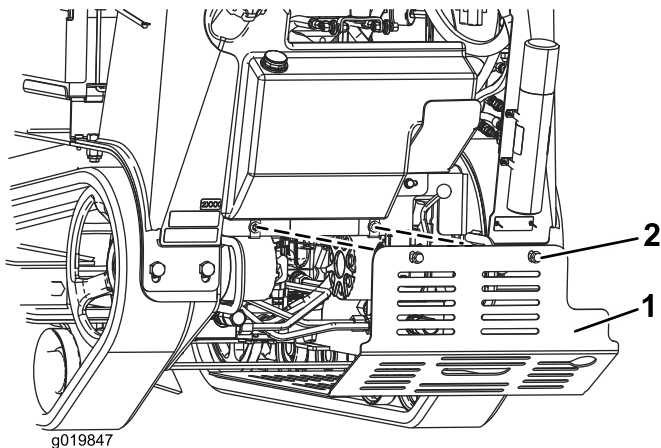

Bild 26
3. Lösen Sie nacheinander die 2 Schrauben, mit denen das untere Schutzblech befestigt ist, bis Sie es abnehmen können (Bild 26).
5. Schieben Sie das untere Schutzblech so in die Maschine, dass es auf allen vier Nasen aufliegt und befestigen es mit den zwei vorher gelösten Schrauben, um das Schutzblech vor dem Einsatz der Maschine zu montieren (Bild 26).